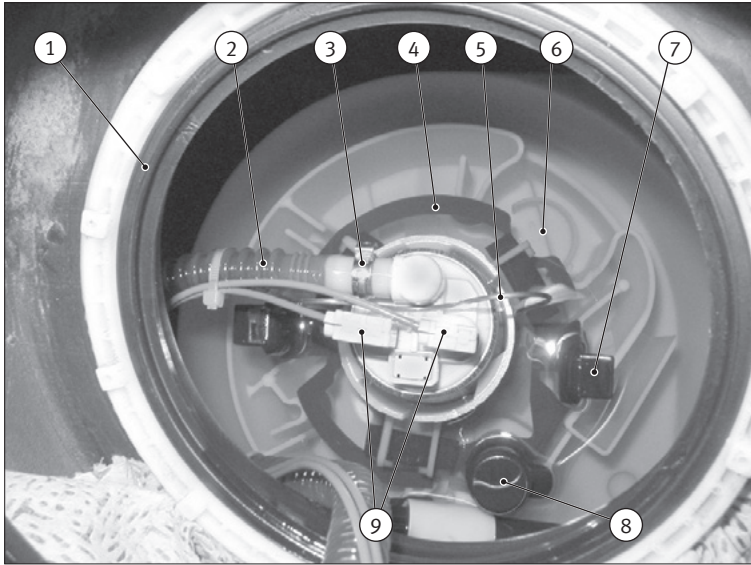

Abb. 1/ Fig. 1/ Puc. 1/ 图1
- Insert the fully assembled retaining ring in the swirl pot. The clips (7) of the retaining ring must engage securely.
- Ensure that the sealing ring on the pressure relief valve (8) is present and free from damage.
- The outlet nozzle points to the left side (in direction of travel, Fig. 1).
- Fit the sealing ring (11) in the sealing ring (1) of the tank opening.
- Insert the flange cover (10) in the tank opening so that the latch (13) of the floor support (6) is placed in the swirl pot.
- The float (14) points to the right-hand side (in direction of travel) and is positioned outside the swirl pot. Ensure that the float bracket can be moved easily.
- Placer la bague de maintien entièrement montée dans le pot de stabilisation. Les pinces (7) de la bague de maintien doivent s'enclencher fortement.
- S'assurer que la bague d'étanchéité est présente sur la valve de surpression (8) et qu'elle n'est pas endommagée.
- La tubulure de refoulement est dirigée vers le côté gauche (dans le sens de la circulation, Fig. 1).
- Adapter la bague d'étanchéité (11) dans la bague d'étanchéité (1) de l'ouverture du réservoir.
- Insérer le couvercle à bride (10) dans l'ouverture du réservoir de sorte que la pièce d'arrêt (13) de l'appui entre dans l'évidement rond (6) du pot de stabilisation.
- Le flotteur (14) est dirigé vers le côté droit (dans le sens de la circulation) et est positionné en dehors du pot de stabilisation. S'assurer que l'étrier du flotteur peut bouger facilement.